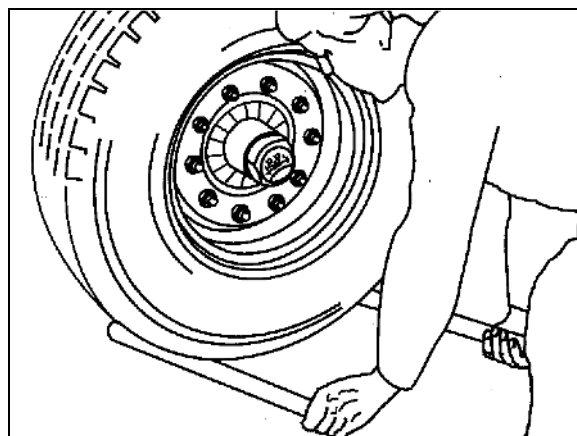

Fig. 77
Aktivér bremsearmen manuelt (Fig. 77) i trykretningen. Ved en afstand for langslag-membrancylinder-trykstangen på maks. 35 mm skal hjulbremsen justeres.
2. Drej stilleskruen (pil) ca. (Fig. 77) $\frac{3}{4}$ omdrejning tilbage mod urets retning med ringnøglen. Der skal være en afstand på mindst 50 mm, ved håndtagslængde 150 mm.